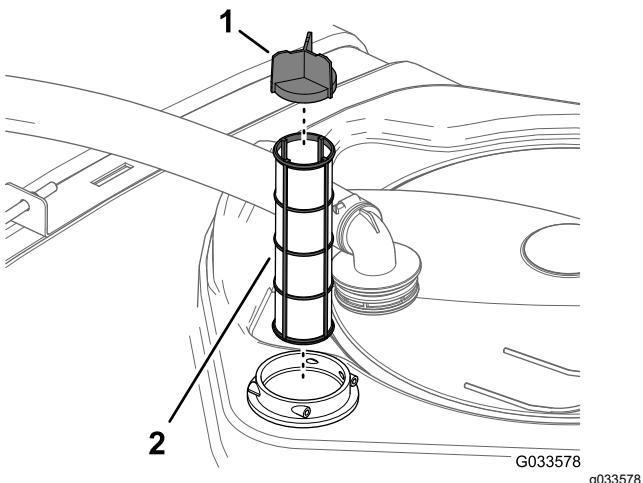

Bild 59
4. Entfernen Sie den alten Saugfilter aus dem Filtergehäuse im Behälter (**Bild 59**).